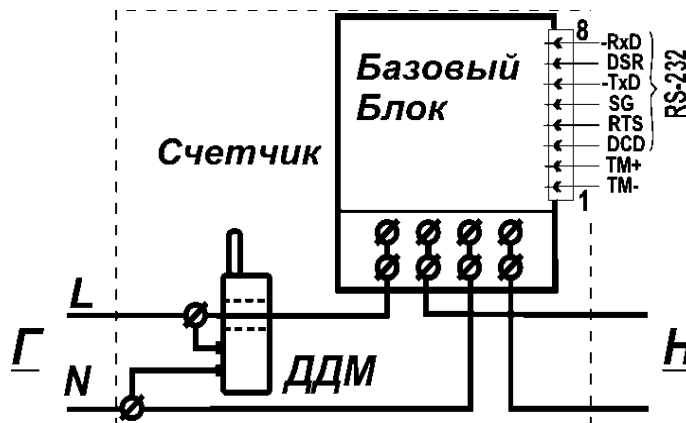

Рисунок 3 – Схема подключения счетчика
4.1 Включение счетчика в сеть должен производить квалифицированный электромонтер согласно схеме, имеющейся на клеммной крышке (см. рисунок 3).